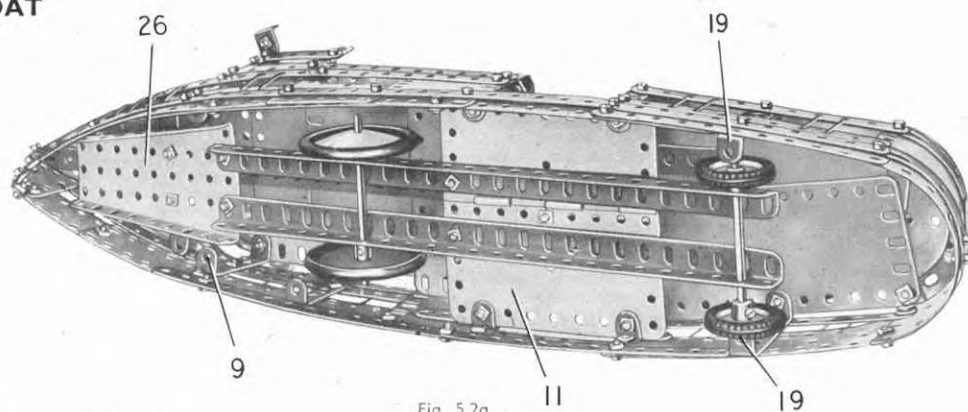

Fig. 5.2a
Les côtés sont réunis à l'avant par une équerre et par un boulon de 9,5 mm. (10). Une plaque à charnière (11) est démontée et les deux moitiés sont boulonnées sur les rebords inférieurs de deux des bandes coudées (9). Leurs extrémités arrière sont fixées sur les côtés de la coque par des équerres (fig. 5.2a).